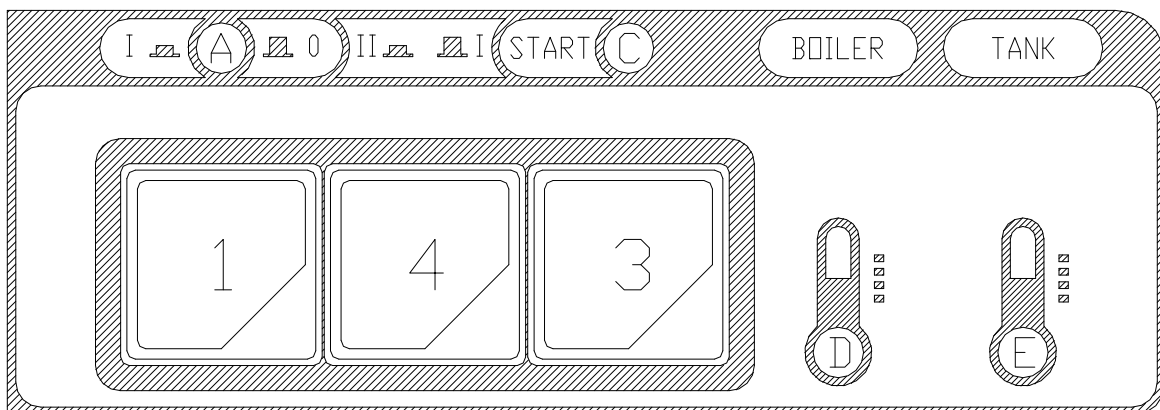

Fig. 3-2
- When the water intake cycle is complete, open the door (I) and add detergent (about 2 g. per litre of tank capacity). Position the full basket (L) and close the door (I). Select the appropriate washing cycle by pressing button (4) (short cycle (II) button pressed ÷ long cycle (I) button not pressed). Now press the START button (3) (at least for 2 seconds) and the wash cycle displayed by light (C) will start. When the cycle is over, this light goes out. To turn off the appliance, turn the switch (1) to (0). Light (A) indicates the appliance is off (Fig.3-2÷3-3).
- Nach erfolgter Füllung die Tür (I) öffnen und das Spülmittel einfüllen (ca. 2g/l Fassungsvermögen des Spülbehälters). Den gefüllten Geschirrkorb (L) einsetzen und die Tür (I) schließen. Das Programm durch Drücken des Druckknopfes (4) wählen (kurzer Spülgang (I) Taste gedrückt ÷ langer Spülgang (II) Taste losgelassen). Nun die START-Taste (3) mindestens 2 Sekunden lang drücken, und das Spülprogramm beginnt, die Kontrolllampe (C) leuchtet auf und am Programmende erlischt die Kontrolllampe. Um das Gerät auszuschalten, muß der Schalter (1) auf die Position (0) gestellt werden, die Kontrolllampe (A) erlischt. (Bild.3-2÷3-4).
- Após o enchimento abrir a porta (I) e adicionar o sabão (cerca de 2 gramas para cada litro de capacidade da máquina). Colocar o cesto (L) cheio com a louça e fechar a porta (I). Selecionar o ciclo de lavagem apertando o botão (4) (ciclo breve (II) tecla acionada ÷ ciclo longo (I) tecla desligada). A partir deste ponto, acionar o botão START (3) (pelo menos por 2 segundos) e iniciar o ciclo de lavagem, cujo funcionamento será indicado pela luz (C); ao final do ciclo a luz anteriormente indicada se apagará. Para desligar a máquina basta acionar o interruptor (1) até a posição 0 e assim a luz (A) se apagará (Fig.3-2÷3-4).